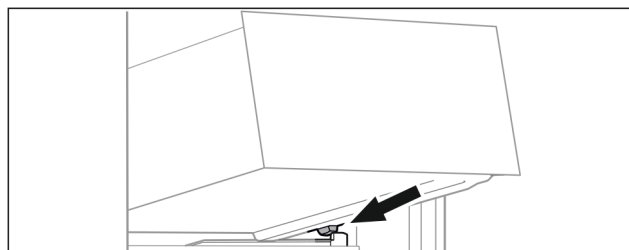

Fig. 69
- ▶ Sæt skuffen skråt bag stoppene på beholderristen. (se Fig. 69)